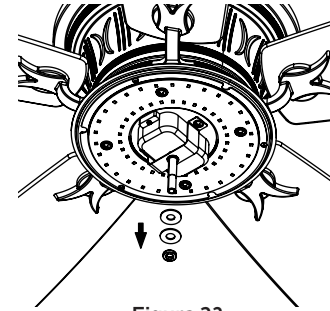

Figura 23
Paso 2. Quite y guarde la tuerca manual, la arandela de metal y la arandela de silicona de la varilla roscada en el kit de luces. (Figura 23)